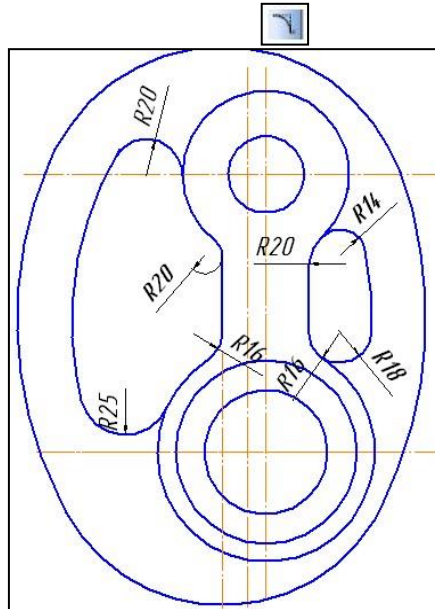

Рис.7.Скругление
7. Построить сопряжения между прямой и дугой окружности. Для построения сопряжений использовать команду – **Скругление**(рис. 7).